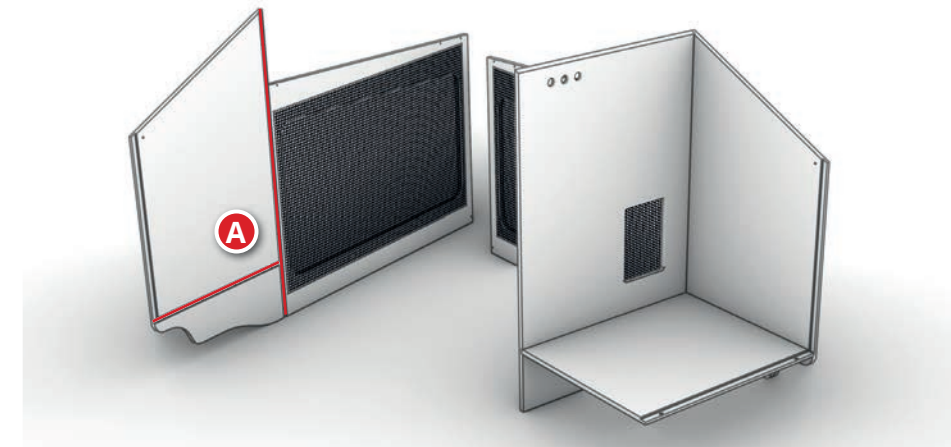

Abbildung 12: Leimstränge in den Nuten der zweiten Seitenplatte
10. Legen Sie in die Nuten der zweiten Seitenplatte, wie in Abbildung 12 gezeigt, kräftige Holzleim-Stränge und richten Sie die Seitenplatte senkrecht auf **A**.